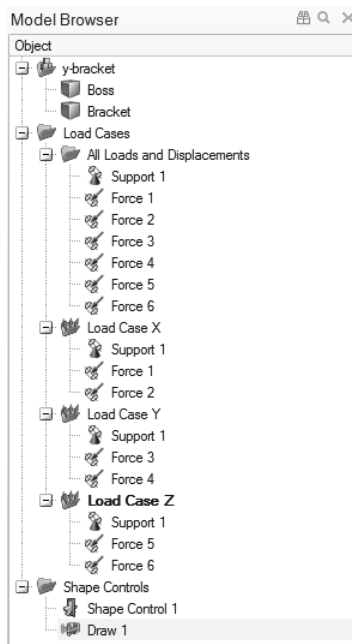

图 5-34
4) Draw 1 被添加到模型浏览器中的 Shape Controls 文件夹中, 如图 5-34 所示。